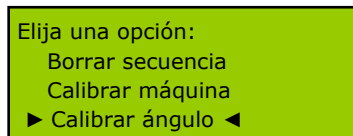

Figura 9.
- “Calibrar ángulo” permite ajustar el ángulo de giro para evitar que se contabilicen los grados girados en vacío. Para seleccionarla, coloque los cursores junto a esta opción como se muestra en la Figura 9 y pulse [ENTER].